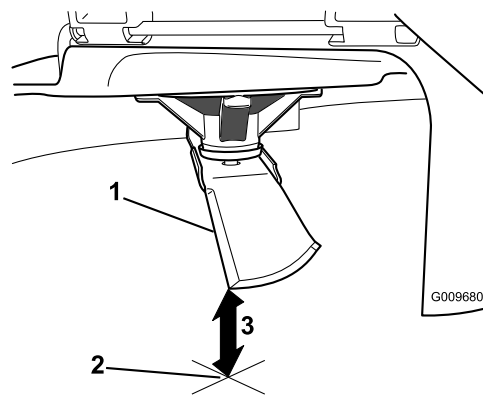

Figure 46
5. Mesurez la distance entre la pointe de la lame et la surface plane (Figure 46).